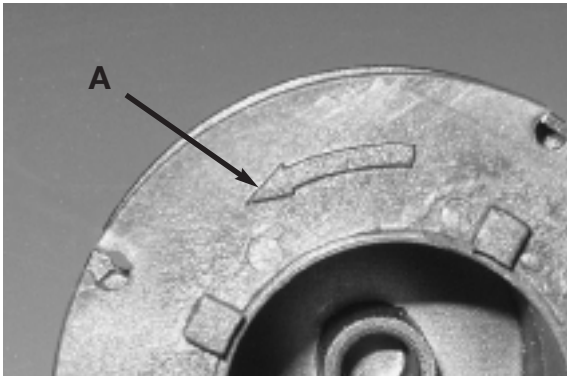
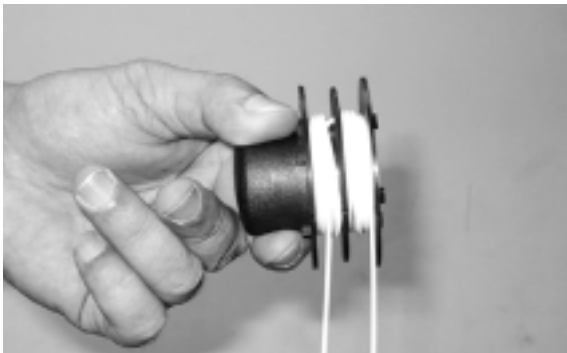

Fig. 20
Fig. 21
5. Enroulez le fil de façon serrée et propre sur la bobine. Le fil devrait s'enrouler dans le sens de la flèche (A) imprimée sur le bobine, chaque moitié étant séparée par le diviseur (Fig. 20). Continuez à enrouler et serrez jusqu'à ce que le fil reste environ 6" de longueur. (Fig. 21).